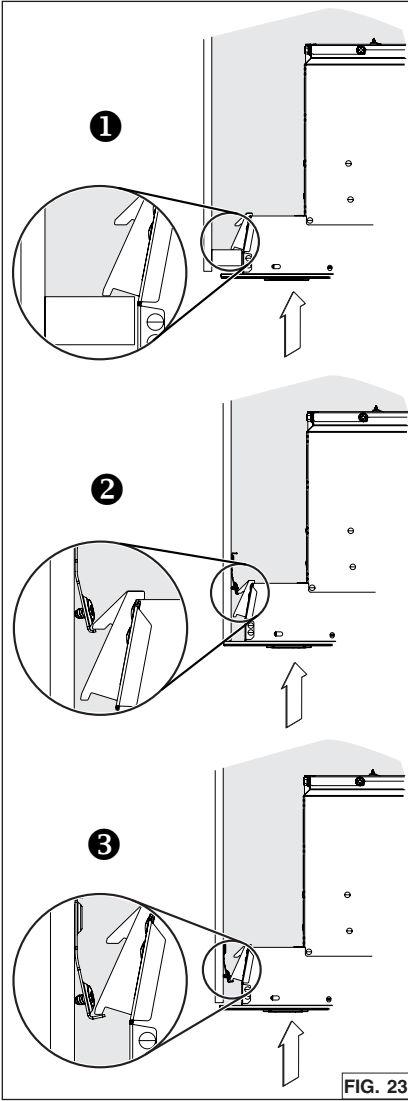

FIG. 23
2. Insérer l'appareil dans l'armoire, jusqu'à ressentir un « clic » provenant des deux côtés de l'appareil, confirmant que les crochets *Ease of Install* s'appuient sur le dessus des côtés de la base de l'armoire ❶, ou sur les rebords des supports d'armoire ❷ ou ❸ (FIG. 23). Bouger l'appareil de gauche à droite, d'avant à l'arrière et le lever pour vérifier que les crochets *Ease of Install* retiennent l'appareil à l'intérieur de l'armoire.